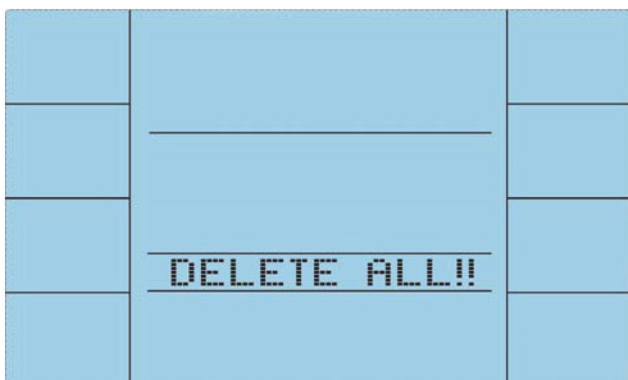

Fig. 59
3. Slet alle data: Under indtastning af kalender eller kontrol af RECORDED DATA skal du trykke på SAVE/DELETE i seks sekunder. DELETE ALL! vises (Fig. 59). Bekræft med ENTER.